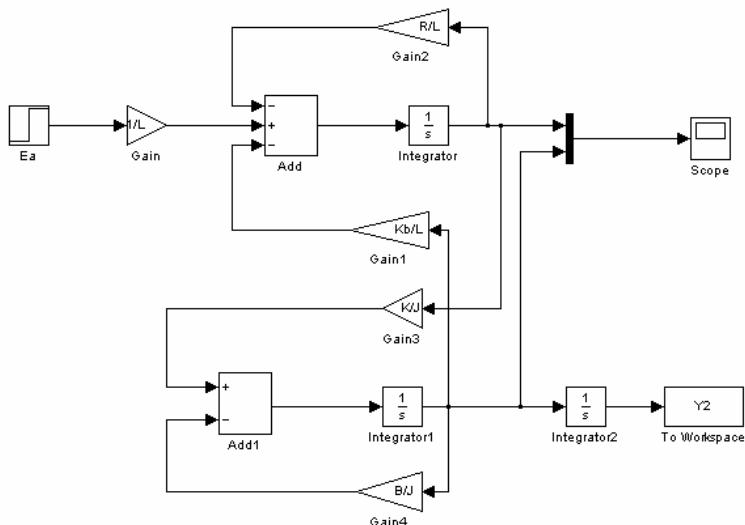

图 2-8 模型图
(2) 根据式(2-3)、式(2-4)、式(2-5), 在 Smulink 建立模型图 (见图 2-8)。